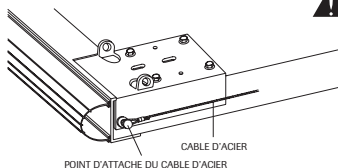
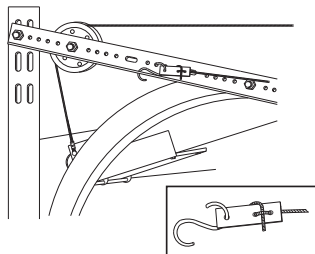
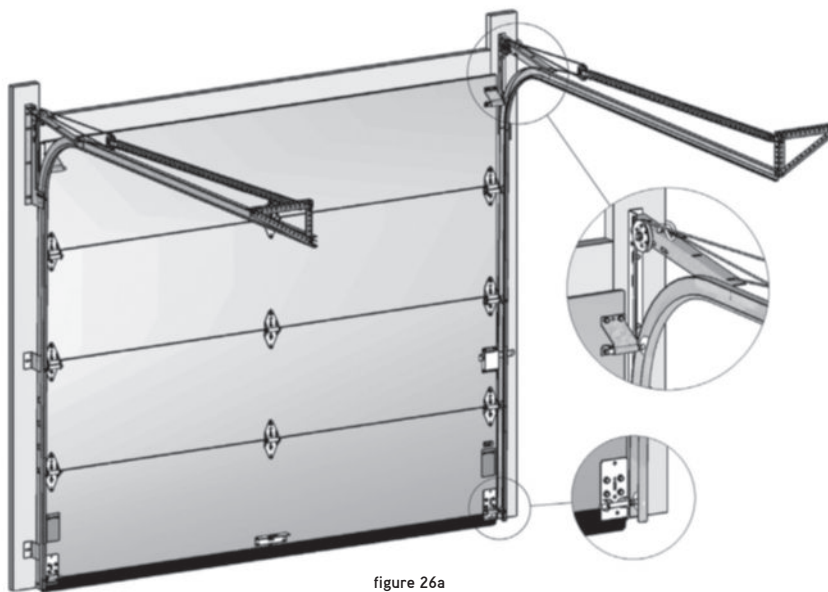

figure 25
figure 26
figure 26a
Fixez l'autre poulie au fer angle du rail horizontal avec le boulon de  $\frac{3}{8}$  □ x 1-□ □ (fig. 26)
Une fois le câble d'acier fixé au support du bas (voir fig. 25), passez l'autre extrémité par-dessus la poulie fixée au haut du rail vertical, puis dans la poulie accrochée au ressort, pour finalement l'attacher (fig. 26) □ la griffe □ trois trous, elle-même attachée au fer angle perforé du rail horizontal par un crochet en □ S □. Tirez le câble d'acier dans la griffe jusqu'□ ce qu'il soit bien tendu. Faire la même opération pour l'autre câble. Voir dessin (fig. 26a) pour une vue de l'installation complète.
**Une fois la porte bien équilibrée, installez les câbles de sécurité (offerts en option avec la ferronnerie) en les passant aux centres des ressorts et en attachant soigneusement les extrémités, tel qu'illustré (fig. 26a).**
Ouvrez la porte, bloquez-la dans cette position avec la serre ou les pinces-■taux, et ajustez la tension en avançant ou reculant le crochet en □ S □ sur le fer angle horizontal (fig. 26). Il peut même arriver que vous ayez □ modifier la position de la plaque de retenue en la glissant dans l'une ou l'autre direction sur le câble d'acier pour atteindre la tension requise.